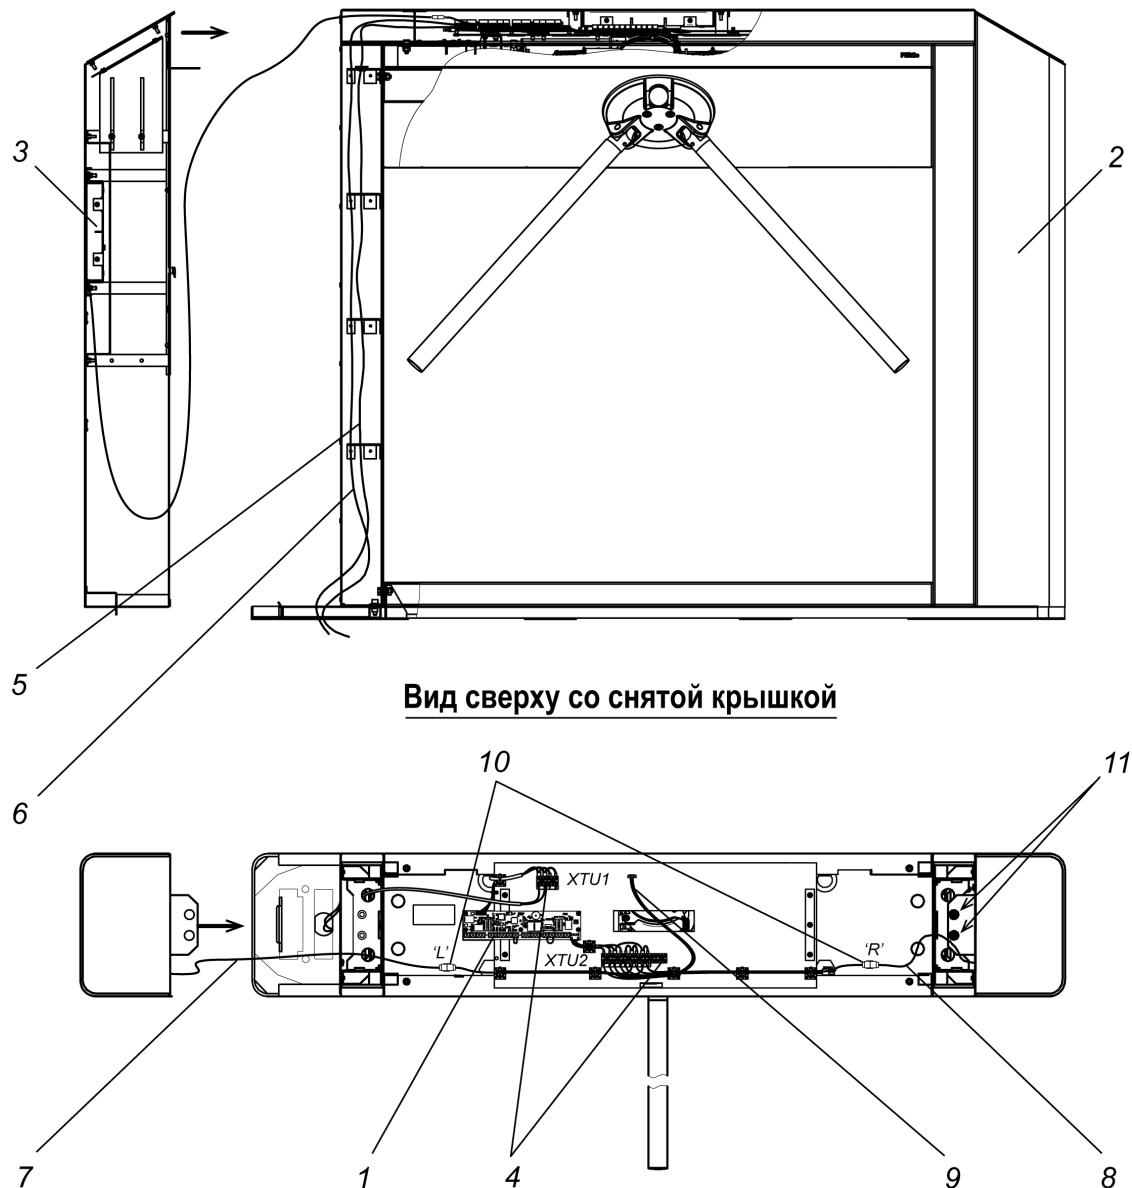

Рисунок 19. Схема прокладки кабелей в стойке турникета
- зафиксируйте боковой модуль при помощи двух винтов M5×12 с двумя шайбами каждый – пружинной и плоской увеличенной (см. позицию 11 на рис. 19), винты и шайбы входят в комплект поставки основной стойки турникета;
- присоедините разъем кабеля индикации от бокового модуля к соответствующему (правому «R» или левому «L») разъему кабеля индикации от основной стойки (10 на рис.19).
16. Установите на место основную крышку турникета (2), см. разд. 6.